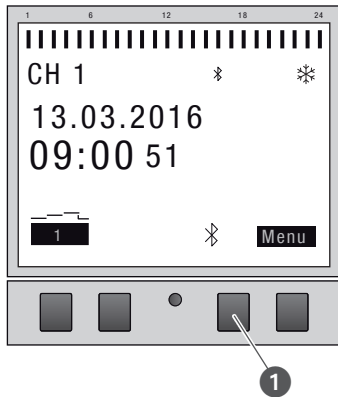

Abb. 20: Bluetooth-Verbindung an der Steckdosenschaltuhr aufbauen
1. Die Bluetooth-Taste (Abb. 20/①) an der Steckdosenschaltuhr drücken.